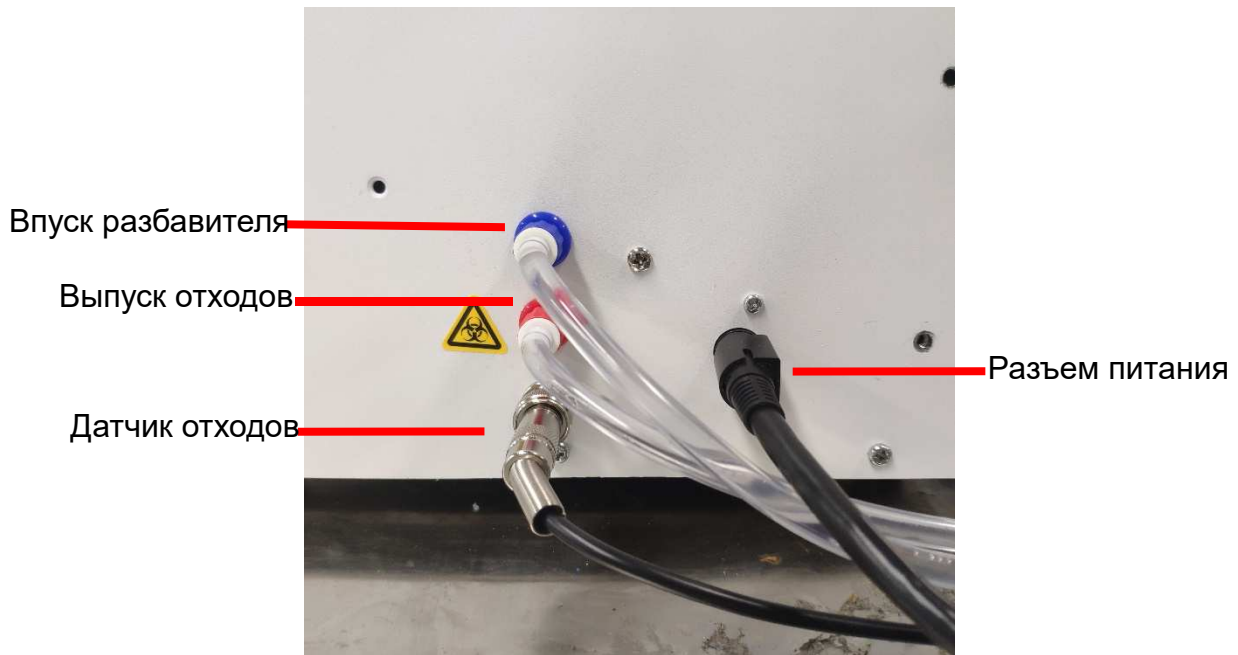

Рис. 4-10. Впуск разбавителя и выпуск отходов
1. Вставьте адаптер питания в разъем питания на задней панели анализатора (см. рис. 4-10).